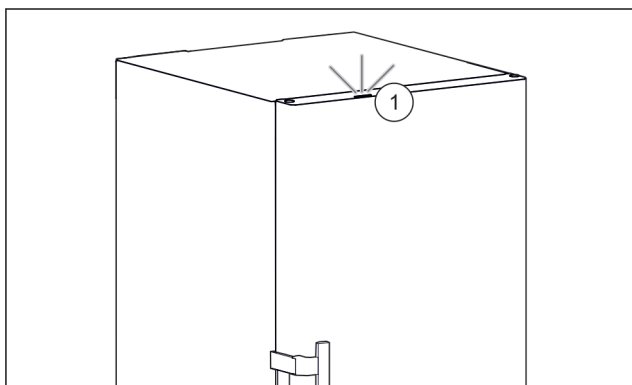

Fig. 56 Aktivní stavové světlo při zavřených dveřích
- Stavové světlo Fig. 56 (1) je aktivované.